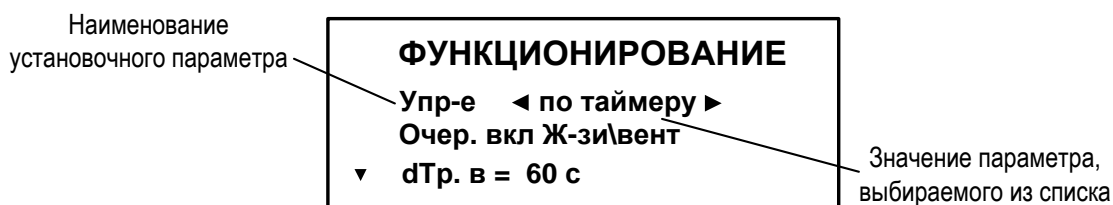

Рис.2. Пример установки режима управления в меню «ФУНКЦИОНИРОВАНИЕ».
- 1.2.2. Если после нажатия кнопки ↵ часть строки заключается в треугольные скобки (см. рис.2), то кнопками ◀ и ▶ или ▲ и ▼ производится изменение (выбор из списка) символьного или числового значения параметра.